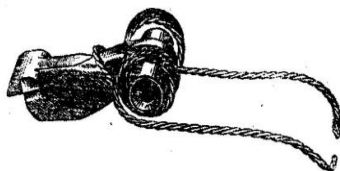

Рис. 37. Положение боевой пружины на курке
- *присоединить курок*: надеть боевую пружину на цапфы курка петлей со стороны боевого взвода (рис. 37) и завести ее концы за боевой взвод курка; удерживая курок и концы пружины пальцами правой руки, вставить курок в ствольную коробку левой цапфой в сторону патронника; указательным пальцем левой руки прижать длинный конец пружины автоспуска к дну ствольной коробки, повернуть курок и совместить его отверстие с соответствующими отверстиями в ствольной коробке; вставить слева ось курка, продвинув ее вправо до отказа (должен быть слышен щелчок); пальцами правой руки снять правый конец боевой пружины с боевого взвода курка и опустить его на дно ствольной коробки;